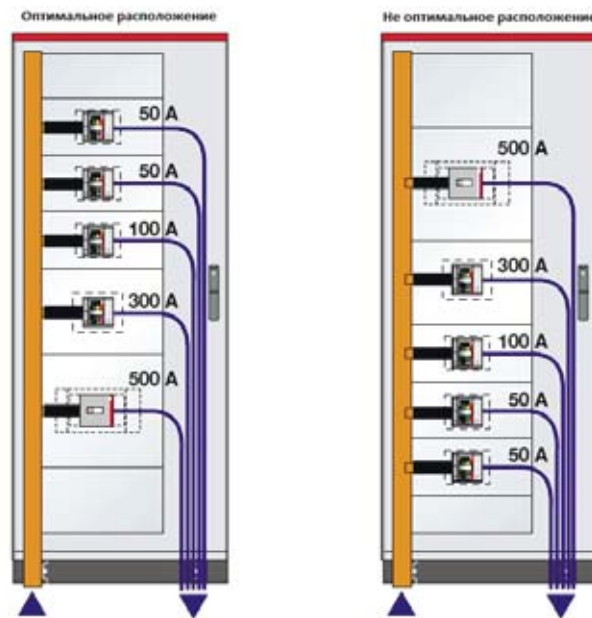

Рис. 1.5. Оптимальное расположение аппаратов для защиты отходящих линий
- При расположении аппаратов для защиты отходящих линий внутри панели лучшие результаты дает принцип, при котором длина пути протекания тока наибольшего значения окажется наименьшей (рис. 1.5). Следуя этому принципу, снижается суммарная мощность потерь внутри оболочки, которую необходимо рассеять.